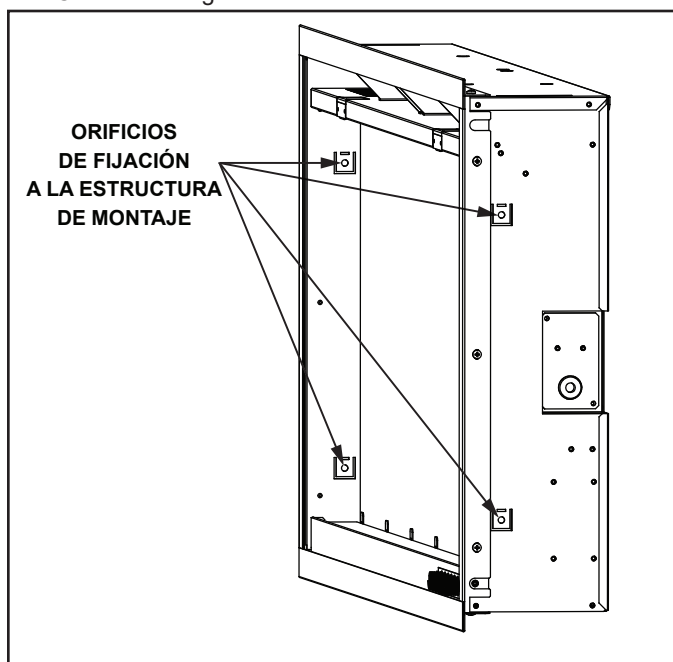

Figura 7.1 Ubicación de los orificios de fijación a la estructura de montaje
5. Fije el dispositivo a la estructura de montaje con cuatro (4) tornillos para madera ST4×40 en los puntos de fijación provistos para la estructura de montaje. Consulte la Figura 7.1.